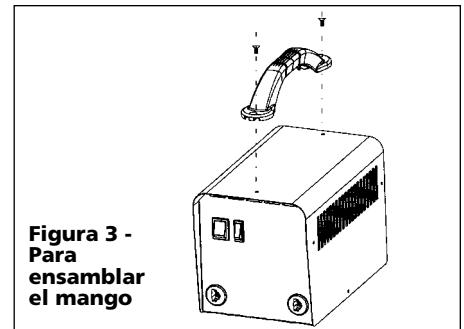

Figura 3 - Para ensamblar el mango
1. Alinee los orificios en el extremo del mango con los de la parte superior de la soldadora, después colóquelo los tornillos (Figura 3).